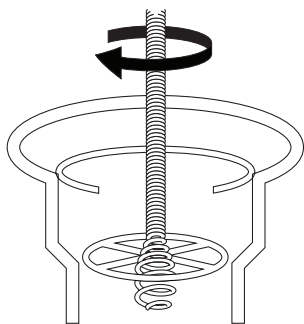

Figure 2
- Franchissement de la vidange (Figure 2).